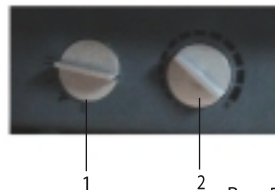

Рис. 5
Панель управления прибором, находится на боковой панели корпуса (см. рис. 5).
2. Выберите комфортный для Вас режим обогрева, установив переключатель мощности в одно из представленных положений (см. рис. 5).
При активации функции « Антисамерзание» если тепловентилятор включён он автоматически начинает обогрев при падении температуры до + 5 °С. Для активации данной функции ручку термостата нужно перевести в положение «->» ( рис.5).